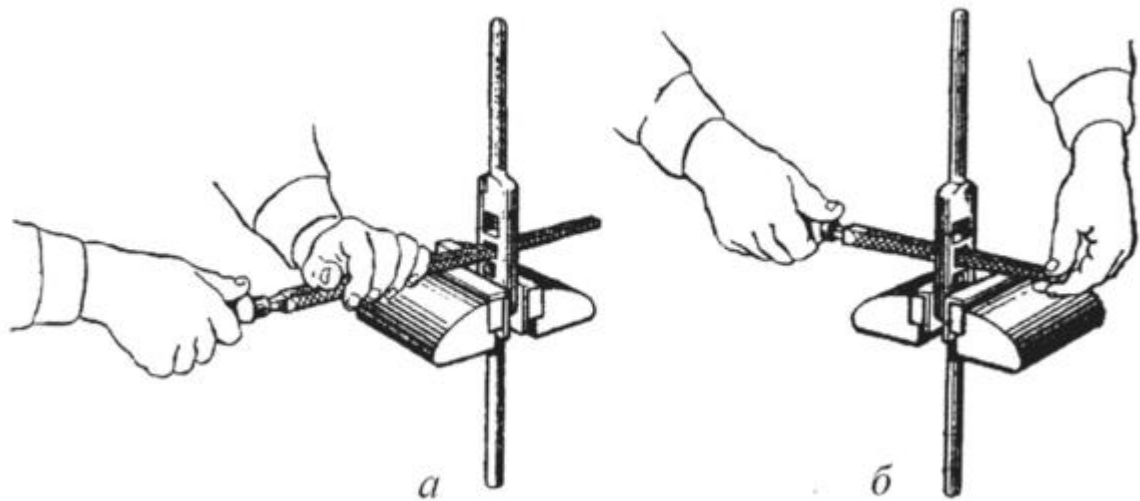

**Рис. 8.2. Последовательность обработки квадратных пройм (отверстий)**
1. Квадратное отверстие размечают по чертежу с нанесением контурных рисок. Накернивают контур квадратного отверстия и центровую риску, рис. 8.2а.
2. Просверливают отверстие, с припуском на дальнейшую обработку, диаметром 8 мм, рис. 8.2б.
3. Трехгранным драчевым напильником пропиливают четыре угла, не доходя 0,5 мм до риски, рис. 8.2г.
4. Все стороны отверстия распиливают квадратным драчевым напильником, не доходя 0,5 мм до риски, рис. 8.2г.
5. Все стороны отверстия поочередно опиливают квадратным личным напильником по риску (рис. 8.2б) с периодической проверкой противоположных сторон 1—2 и 3—4 на параллельность.